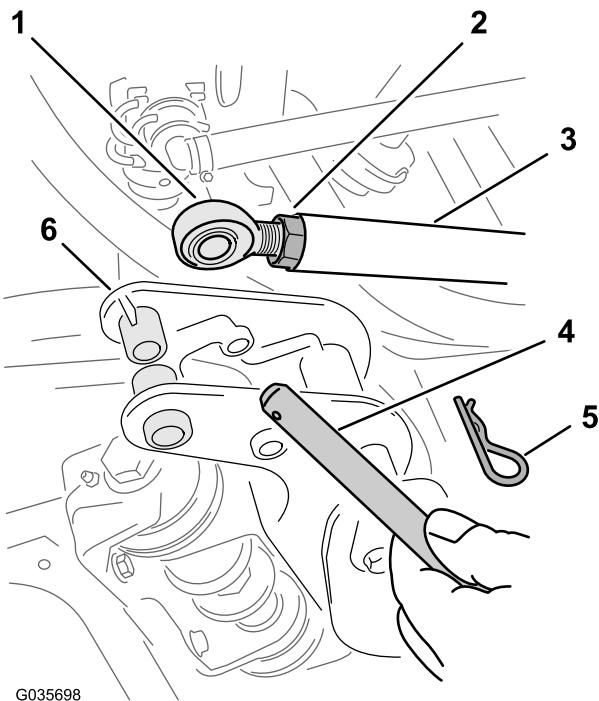

Figura 7
2. En los soportes de giro de las secciones de brazo exteriores, retire la chaveta y el pasador de horquilla que sujetan el extremo de la varilla del cilindro de elevación al soporte de giro (Figura 7).
- Afloje las contratuercas de los extremos de la varilla de cada cilindro de elevación (Figura 7).
- Ajuste el extremo de la varilla de los extremos de los cilindros de elevación hasta que los orificios en la varilla queden alineados con los orificios en los soportes de giro de las secciones de brazo (Figura 7).
- Sujete los pasadores de chaveta en los soportes de giro con las chavetas (Figura 7) que retiró en el paso 2.
- Apriete la contratuerca de cada varilla hasta que las tuercas queden apretadas (Figura 7).